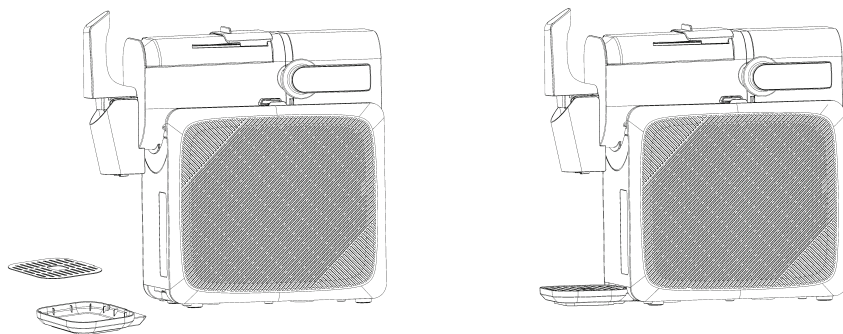

Fig. 3: inserimento della vaschetta raccogliocce
2. Inserire la vaschetta raccogliocce (vedere Fig. 3).